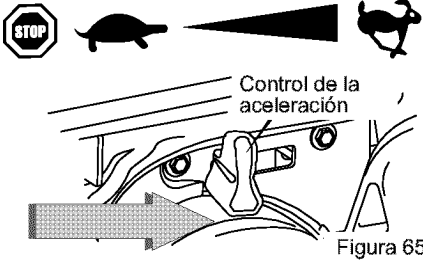

Figura 65
4. Mueva el control de aceleración a la posición RAPIDO). Opere el motor con el control de aceleración en la posición "RÁPIDO" (vea la Figura 65).